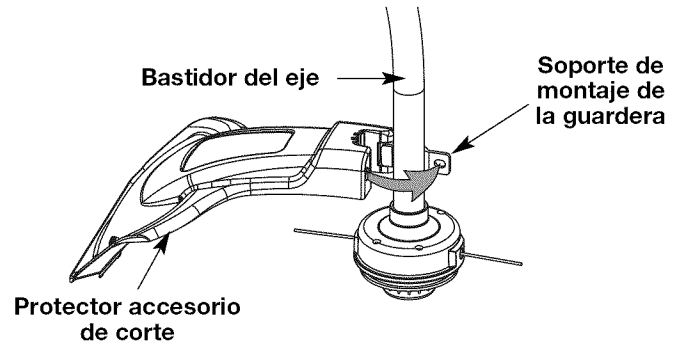

Fig. 3
1. Coloque el protector del accesorio de corte en el bastidor del eje. Cerciérese de que el soporte de montaje de la guardera se deslice en la ranura situada en el borde del protector de corte. Gire el protector en sentido antihorario hasta que quede en su lugar (Fig. 3). Los orificios en el soporte de montaje de la guardera y el protector del accesorio de corte se alinearán.
2. Desde el interior del protector del accesorio de corte, empuje el perno cuadrado a través del orificio hasta que el extremo con roscas sobresalga a través del soporte de montaje de la guardera (Fig. 3).